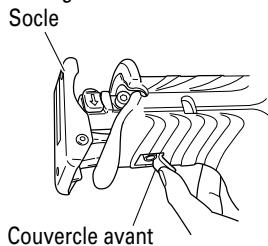

Fig. 12
- (1) Soulever le couvercle avant comme indiqué sur la Fig. 12.